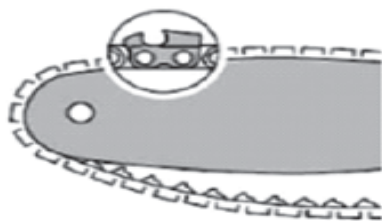

Рис. 3
1. Подключите зарядное устройство к надлежащему источнику питания пер. тока. Загорится немигающий **ЗЕЛЕНЬЙ** индикатор, указывающий, что зарядное устройство подключено к надлежащему источнику питания (**Рис.3**).